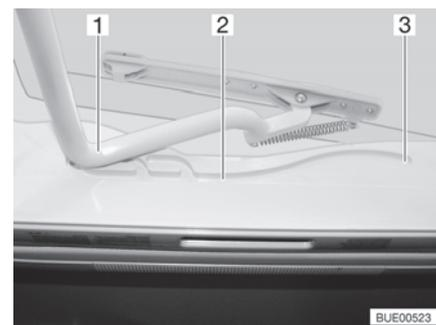

Fig. 55 Glissière (lanterneau Heki)
- Tirer l'étrier (Fig. 55,1) dans les glissières (Fig. 55,2) jusqu'à la position la plus reculée (Fig. 55,3).
- Pousser l'étrier (Fig. 55,1) légèrement vers le haut avec les deux mains.
- Tirer l'étrier dans les glissières (Fig. 55,2) jusqu'à la position souhaitée.